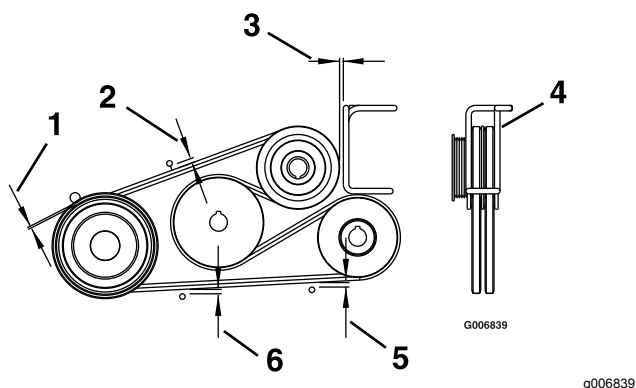

Figure 51
4. Réglez les guides de courroie comme montré à la Figure 51.